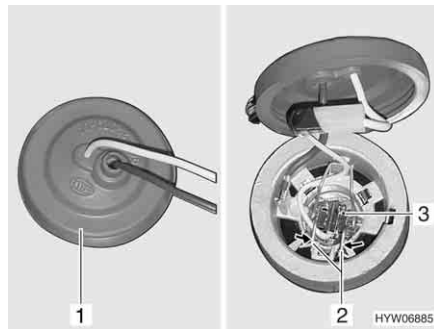

Bild 258 Nebelscheinwerfer
- Hinter den Nebelscheinwerfer greifen und Gummikappe (Bild 258,1) vom Lampengehäuse ziehen.
- Metallbügel (Bild 258,2) zusammendrücken und aus der Halterung schwenken.
- Glühlampe (Bild 258,3) mit Kabel aus dem Lampengehäuse entnehmen.